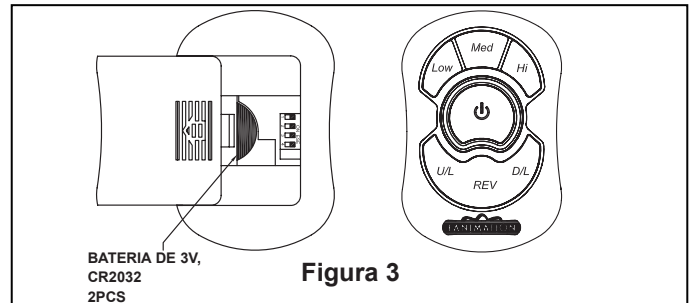

Figura 3
7. Instale las 3 bombillas tipo candelabro de 25 vatios (incluidas). (Figura 3)
11. Vuelva a colocar la semiesfera en el barral como se indica a continuación. Pase los tres cables de 2.03 m (80") a través de la semiesfera. Pase el pasador a través de los dos orificios en el barral y alinee la semiesfera de modo que el pasador quede atrapado en la ranura de la parte superior de la misma. Empuje la semiesfera hacia arriba, bien ajustada contra el pasador. Ajuste firmemente el tornillo de fijación en la semiesfera. Si el tornillo de fijación está flojo, podría provocar oscilación del ventilador. (Figura 3)
4. Levante cuidadosamente el ventilador y coloque el ensamble de la bola para colgar/varilla en la abrazadera para colgar que acaba de fijar a la caja de salida. Asegúrese de que la ranura de la bola esté alineada con la lengüeta de la abrazadera para colgar. (Figura. 3)
## Funcionamiento y uso del Control remoto de mano (Figura 3):